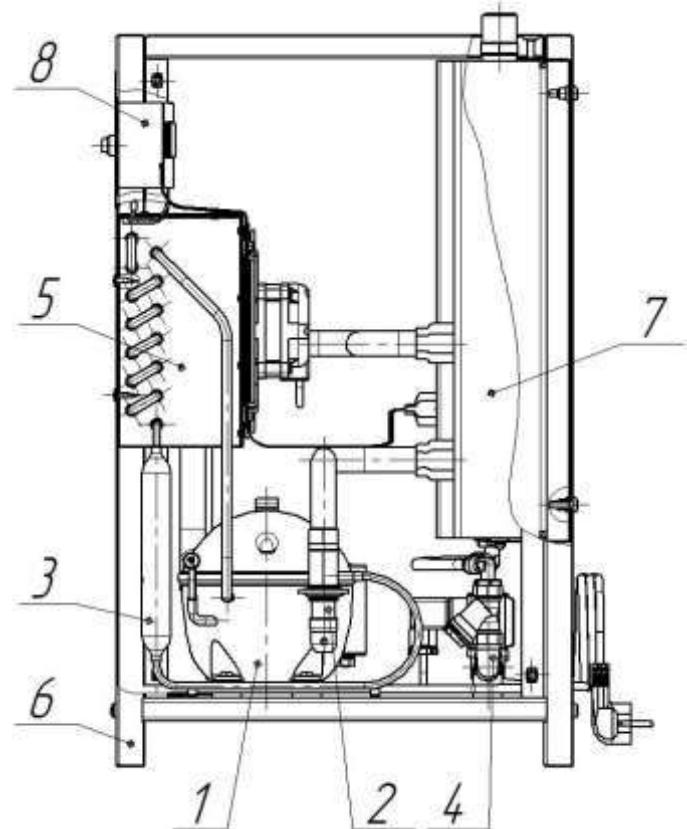
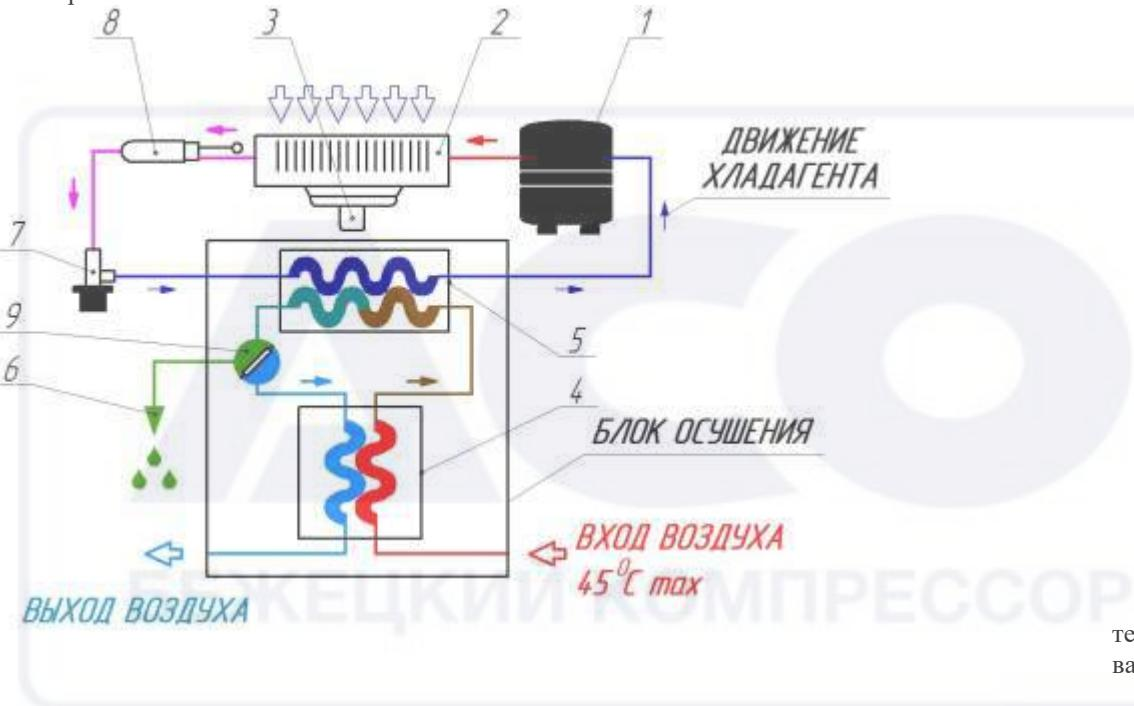

Рисунок 2 Основные узлы осушителя
Рисунок 3 Охлаждающий контур
4.2 Осушитель представляет собой конструкцию алюминиевого теплообменника, размещенного в блоке осушки 7 (рис.2). Поступающий сжатый воздух, охлаждается до температуры точки росы в две стадии. На первой стадии в контуре теплообменника «Воздух-воздух» 4 (рис.3) охлаждает горячий воздух. На второй стадии в контуре теплообменника «Воздух-фреон» 5 (рис. 3) понижает температуру сжатого воздуха до заранее заданной температуры точки росы.
На этой второй стадии, благодаря пониженной температуре, пары воды конденсируются и в последствии отделяются из воздуха. Полученный конденсат скапливается в сепараторе 9 (рис.3) и удаляется при помощи блока слива конденсата 6 (рис.3).
4.3 Компрессор 1 (рис. 2) обеспечивает циркуляцию хладагента по фреоновому контуру осушителя.
4.4 Конденсатор 2 (рис. 3) в сборе с вентилятором 3 (рис. 3) представляют собой теплообменник, в котором за счет охлаждения сжатого газообразного фреона происходит конденсация его паров.
4.5 Регулятор производительности 2 (рис. 2) предназначен для регулировки подачи хладагента для обеспечения требуемой температуры точки росы.